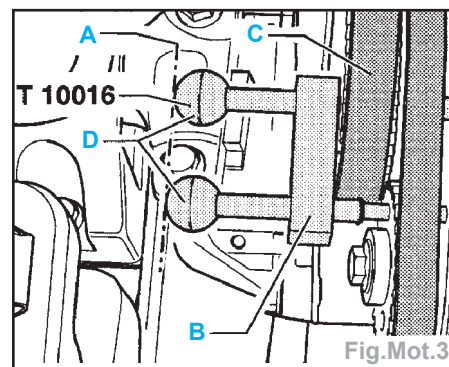

Fig.Mot.3
- Bloquer les deux pignons d'arbres à cames à l'aide de l'arrêteur d'arbres à cames **T 10016** en procédant comme suit (Fig.Mot.3) :